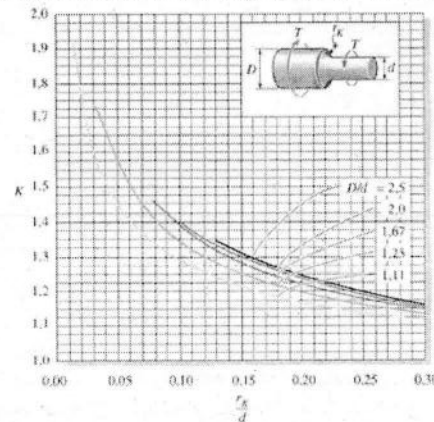

Abbildung 5.2: Torsions-Spannungskonzentrationsfaktor K (Quelle: Hibbeler: Technische Mechanik 2 - Festigkeitslehre. Springer 2006)
- Berechnen Sie unter Berücksichtigung der Kerbwirkung den minimalen zulässigen Durchmesser d der Welle bzgl. τ_{F0} (siehe Abb. 5.2).